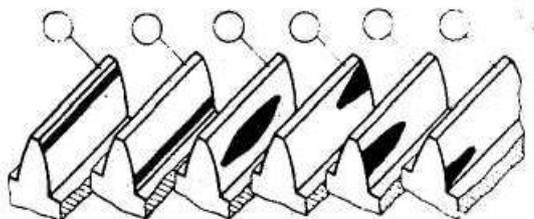

Рис. 5
2. Определить, какими цифрами обозначены на рис. 5 проверенные методом краски после ремонта и сборки цилиндрические зубчатые передачи с прямыми зубьями: